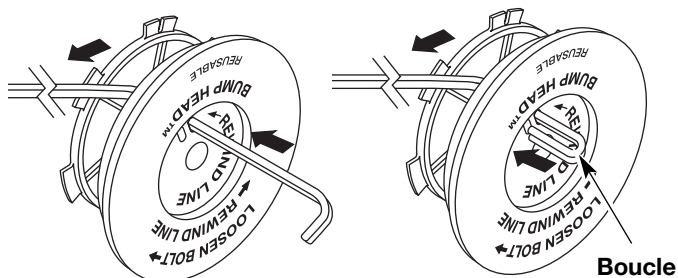

Fig. 29
8. Découpez environ 2,5 m (8 pi) de fil neuf. Insérez une extrémité de fil dans l'un des deux trous du moulinet intérieur (Fig. 29). Tirez le fil jusqu'à ne laisser que 10 cm (4 po) environ.
9. Insérez l'extrémité du fil dans le trou ouvert du moulinet et tirez sur le fil pour que la boucle soit le plus petit possible (Fig. 29).